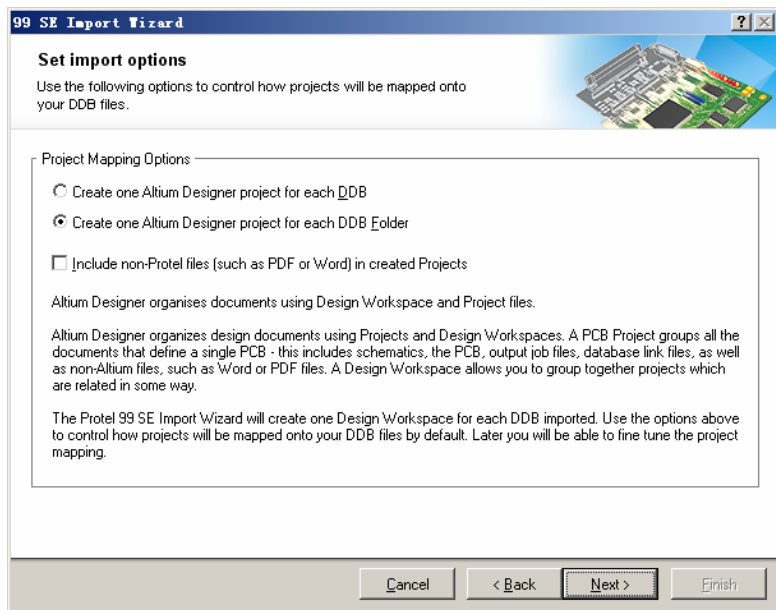

图 10.9 “Set Import options” 页面
(7) 单击 “Next” 按钮, 打开如图 10.9 所示的 “Set Import options” 页面。